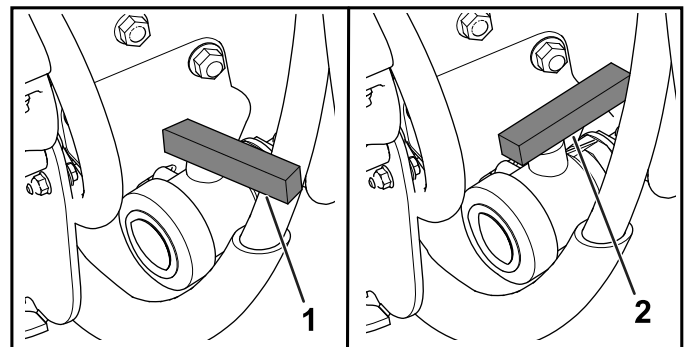

Рисунок 94
3. Откройте клапан для слива всего неиспользованного материала из бака (Рисунок 94).
4. Закройте сливной клапан (Рисунок 94).